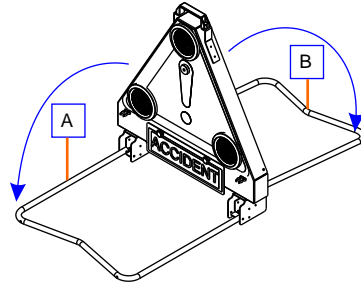

Figure 4. Déploiement des pieds
- Déclipser et déployer les pieds sur le sol (Figure 4. rep A-B) en maintenant l'ensemble par sa poignée supérieure.